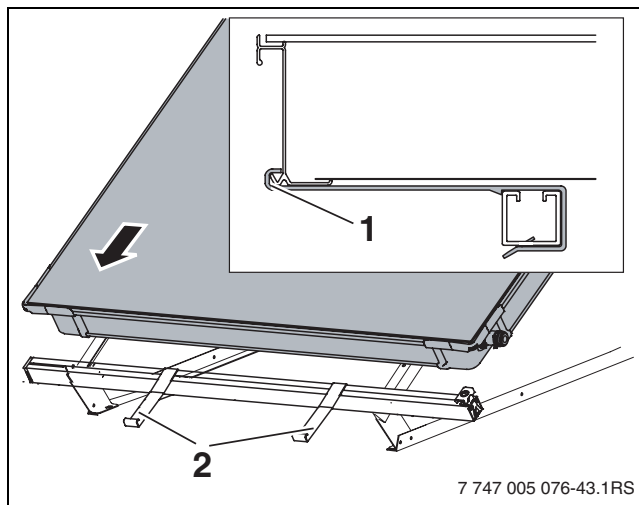

Bild 62 Ersten Kollektor auf die Profilschienen legen
- Ersten Kollektor auf die Profilschienen legen und in die Abrutschsicherungen (Bild 62, [2]) gleiten lassen. Die untere Kollektorkante (Bild 62, [1]) muss in der Öffnung der Abrutschsicherung liegen.